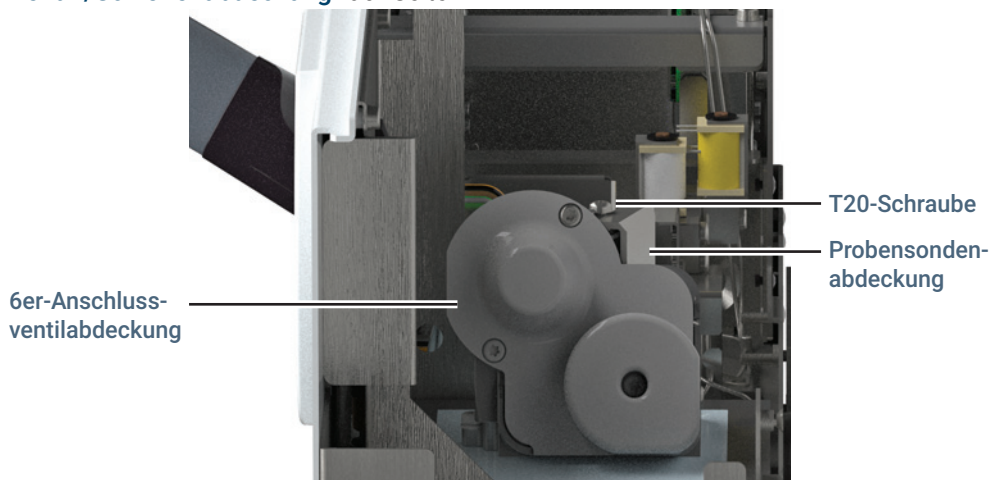

Abb.17. Ventil- und die Probensondenabdeckung
- 5 Entfernen Sie die Ventil-/Schleifenabdeckung (**Abbildung 17**). Siehe „**Entfernen der Ventil-/Schleifenabdeckung**“ auf Seite 19.